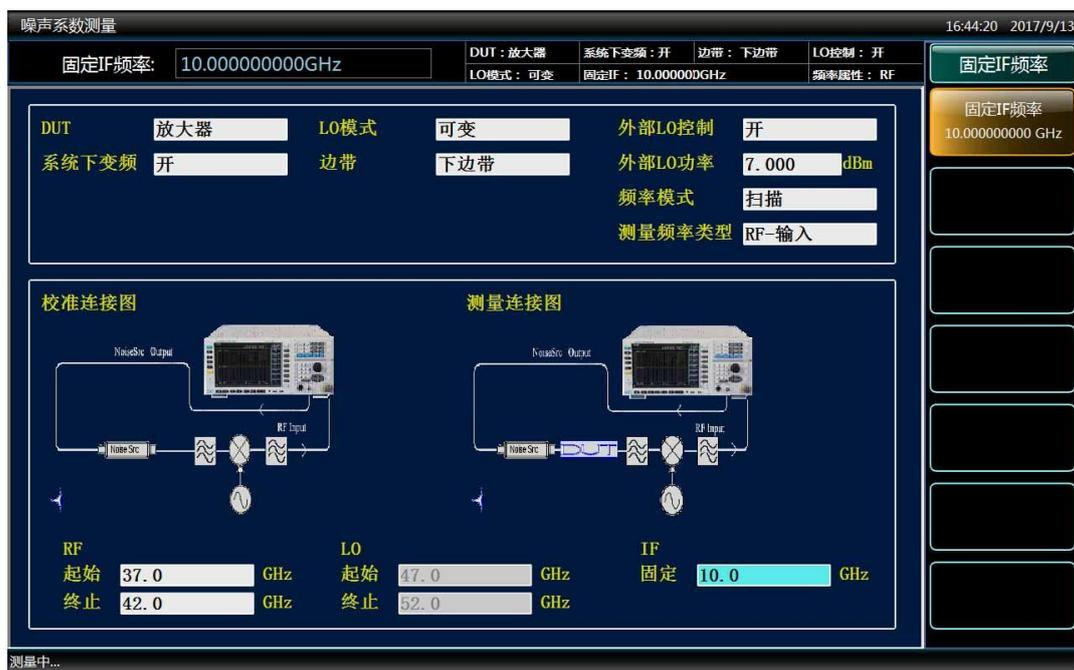

图4.42 系统下变频模式设置界面
**步骤10.** 激活固定IF频率输入框，用数字键输入10，按[GHz]单位键完成输入，模式设置界面如图4.42所示。